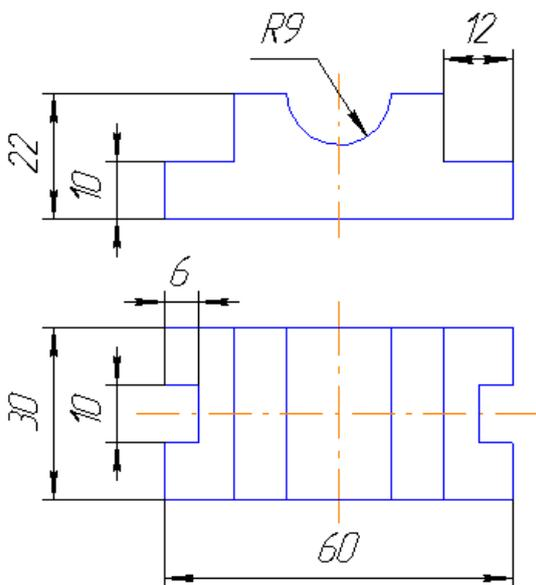
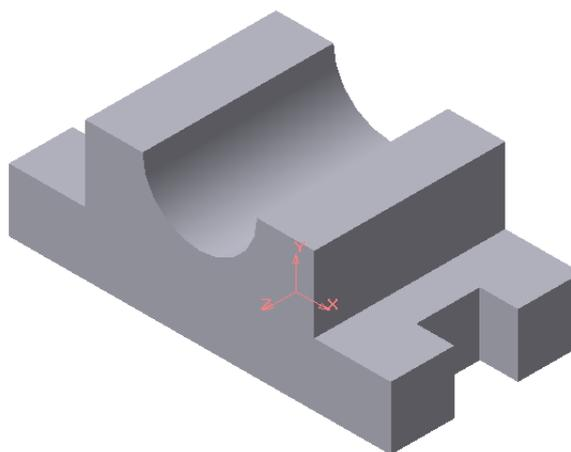

Рисунок 58 - Чертеж детали.
Рисунок 59 - Твердотельная модель детали
**Задание:** по чертежу (рис.58) создать трехмерную модель детали (рис.59).